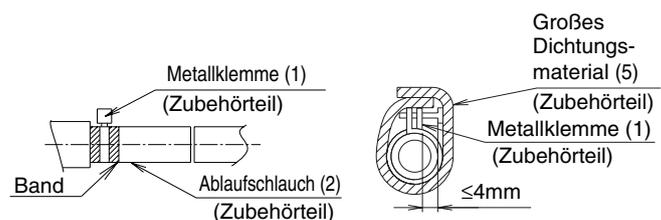

Abb. 15
- Verwenden Sie den Kondenswasser-Ablaufschlauch (2) und die Schlauchklemme (1). Stecken Sie den Ablaufschlauch (2) bis zum Anschlag in die Ablaufbuchse, und ziehen Sie die Schlauchklemme (1) so fest, dass das Oberteil des Bands am Schlauchende liegt. Ziehen Sie die Schlauchklemme (1) an bis der Kopf der Schraube weniger als 4 mm vom Schlauch entfernt ist. (Siehe Abb. 15, 16)